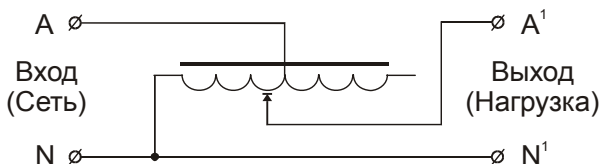

Рис.1 Схема включения автотрансформатора
Регулирование напряжения в широких пределах при определенной мощности нагрузки обеспечивается изменением коэффициента трансформации. Это осуществляется за счет перемещения контакта подключения нагрузки по обмотке автотрансформатора ( см. рис.1).
**Внимание!** Запрещается подключать изделие по любой другой схеме, отличной от указанной на рис.1.